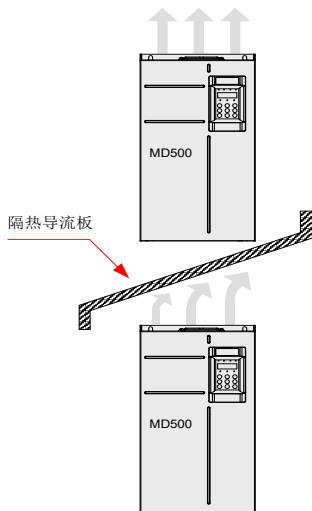

图 3-5 上下排安装要求
- 请垂直向上安装变频器，便于热量向上散发。若柜内有多台变频器时，请并排安装。在需上下安装场合，请参考图 3-5，安装隔热导流板；